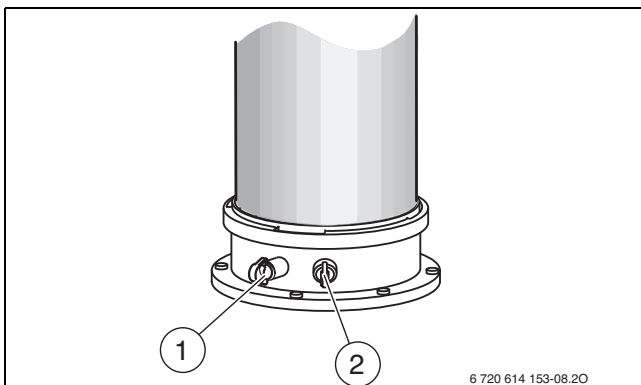

Fig. 43 Point de mesure des fumées et de l'air de combustion
- ▶ Retirer le bouchon du point de mesure des fumées [1] (→ fig. 43).